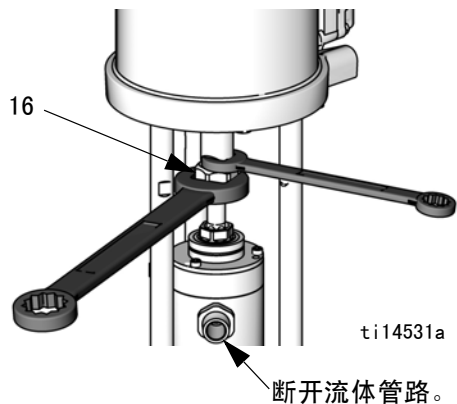

图 26. 松开耦合螺母
2. 将流体管路从泵出口处断开。参见图 26。
3. **Merkur 泵**：拆卸连杆防护罩 (26)。